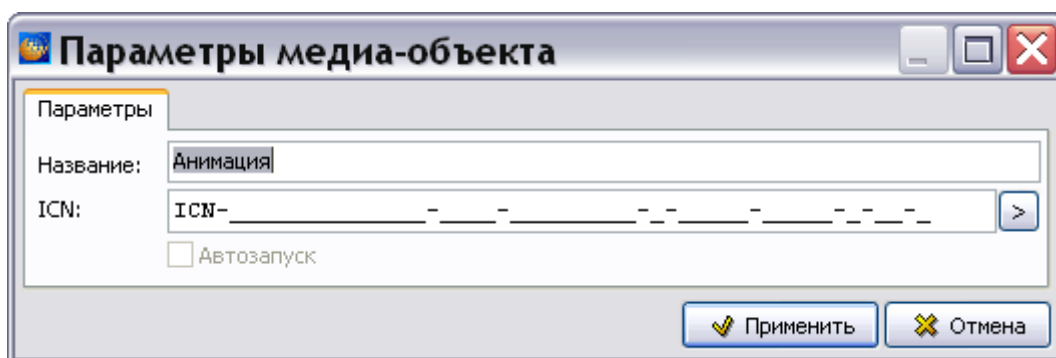

Рис. 7.64
2. В контекстном меню выберите пункт **Свойства**. После этого откроется окно **Параметры медиа-объекта** (Рис. 7.64).